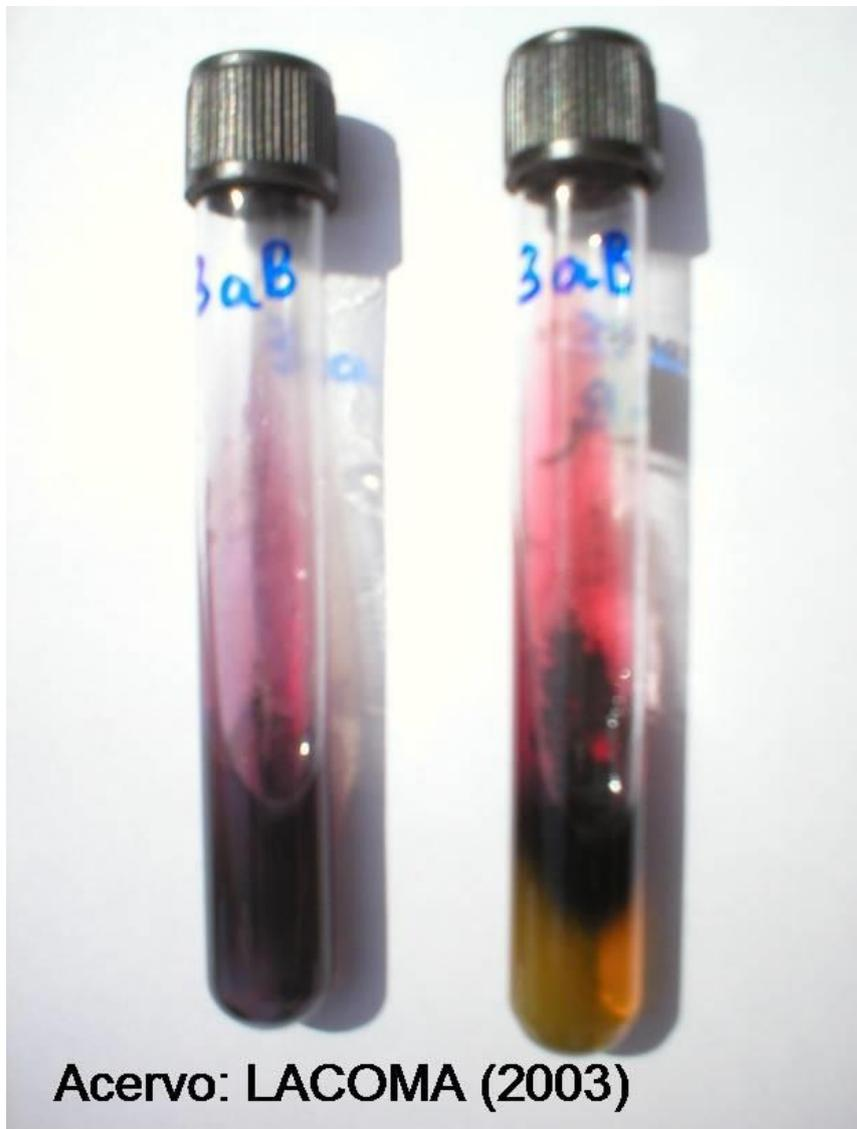

Fig1:TSI e LIA típicos
Reação típica de *Salmonella* em TSI: rampa alcalina (vermelha) e fundo ácido (amarelo), com ou sem produção de H₂S (escurecimento do ágar). Reação atípica em TSI, que não deve ser descartada se as demais reações em LIA se apresentarem típicas: rampa e fundo ácidos (amarelos), com ou sem produção de H₂S (Fig. 1).
- **Reação típica de *Salmonella* em LIA:** fundo e rampa alcalinos (púrpura, sem alteração da cor do meio), com ou sem a produção de H₂S (escurecimento do meio). Reação atípica em LIA, que não deve ser descartada se as demais reações em TSI se apresentarem típicas: fundo amarelado com rampa alcalina, com ou sem produção de H₂S (Fig. 1) .